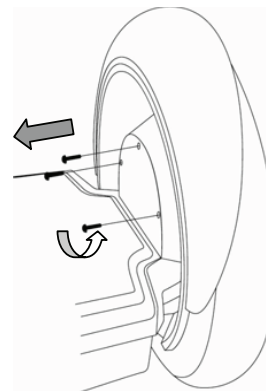

Ilustración 1: Desmontaje de la tapa de la caja de cambios
2. Mediante una llave Allen de 4 mm, extraiga las tres fijaciones que sujetan la tapa de la caja de cambios y colóquelas en un lugar seguro. Consulte la **Ilustración 1**.